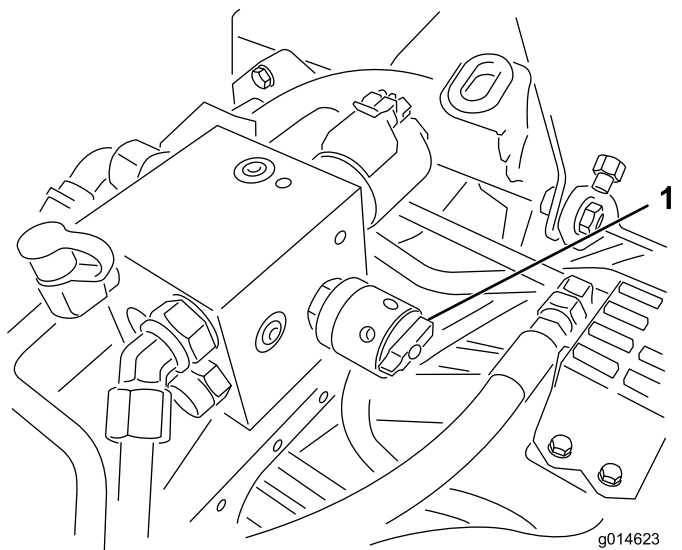

図 38
4. リールの速度を設定するには、ノブ(図 38)を回して、ノブの矢印を、所定の番号に合わせる。